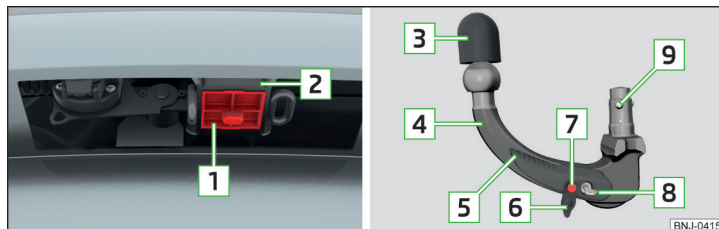

Fig. 232 Soporte del dispositivo de remolque / barra de cabeza esférica
Soporte del dispositivo de remolque y barra de cabeza esférica » fig. 232
- Bajar la caperuza protectora de la cavidad de alojamiento **1** » fig. 232 de la pág. 201 hacia abajo.
- Coloque la caperuza cobertera **1** » fig. 232 de la pág. 201 en la cavidad de alojamiento.